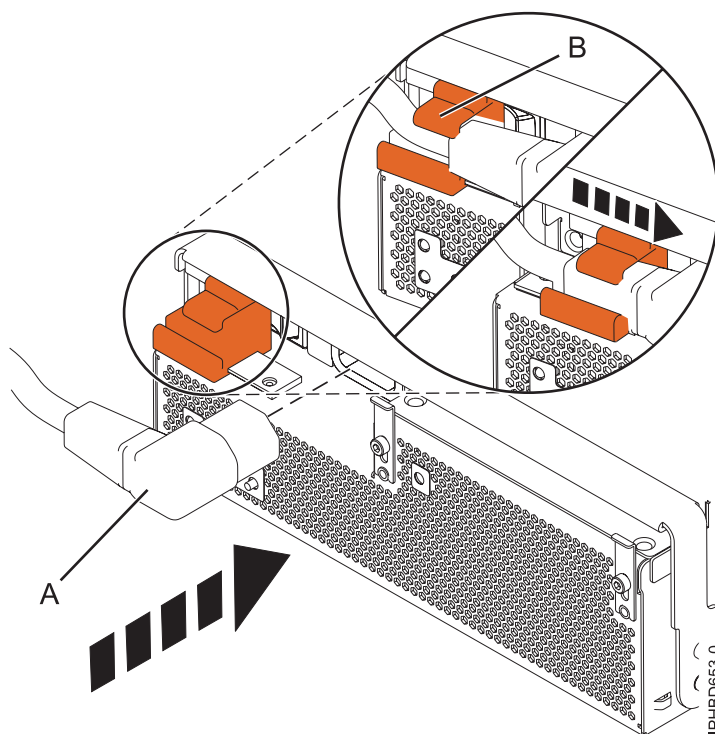

Figura 20. Conectar el cable de alimentación a la parte frontal de una unidad de expansión
8. Conecte el cable de alimentación (A) en la parte frontal de la fuente de alimentación y, a continuación, deslice la abrazadera de retención de cable (B) hasta la posición de cerrado para fijar el cable como se muestra en la Figura 20.